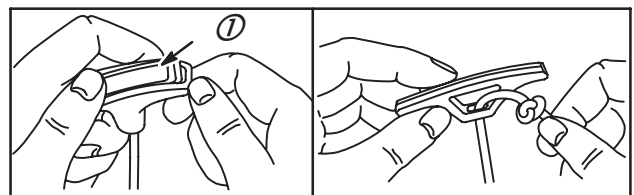

Fig. 55
12. Déposer la corde de la poignée en extrayant l'insert (1), Fig. 55.